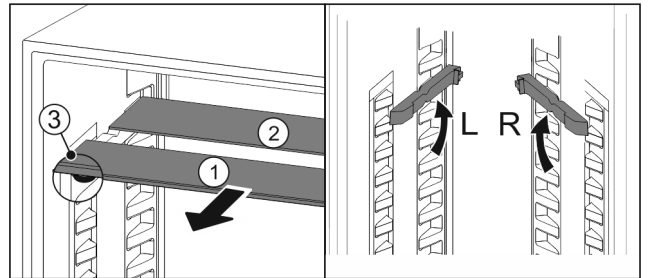

Fig. 78
- ▶ Sortir les tablettes par l'avant Fig. 78 (1).
- ▷ La tablette en verre Fig. 78 (1) avec bordure décorative est située à l'avant.
- ▷ Les butées Fig. 78 (3) sont orientées vers le bas.